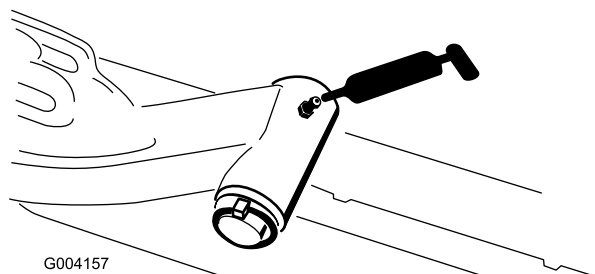

Figura 32
- Eixo das articulações do braço de elevação (1 cada) (Figura 32)